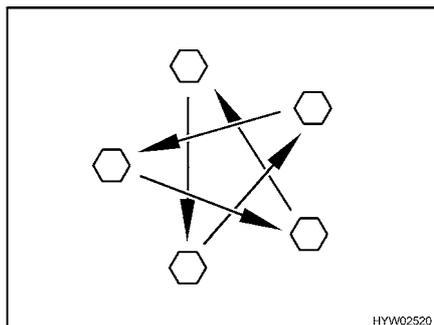

Fig. 132 Apretar las tuercas o los tornillos de las ruedas en forma de cruz
- Comprobar periódicamente que las tuercas o tornillos de las ruedas estén firmemente apretados. Volver a apretar las tuercas de rueda o los tornillos de rueda de una rueda cambiada después de 50 km (Fig. 132).
- Al utilizar llantas nuevas o recién pintadas, reajustar además las tuercas de rueda o los tornillos de rueda después de aprox. 1000 a 5000 km (Fig. 132).